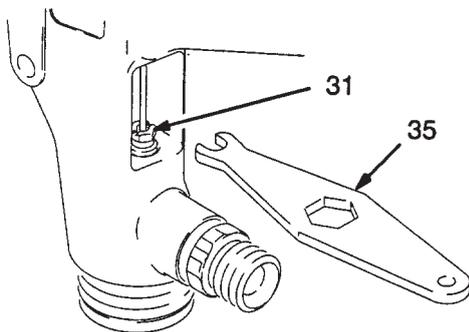

Fig. 11
- Pistolen und Aktivator-Abzugshebel (3 und 48) einbauen. Schrauben (5) mit 2.8 bis 4.0 Nm anziehen.
- Pistole abziehen, um die Bewegung der Materialnadel (21) zu überprüfen. Falls nach dem Loslassen des Abzugshebels (3) die Materialnadel nur sehr langsam oder gar nicht zurückgeht, die Packungsmutter-Einstellschraube (31) mit dem Pistolenschlüssel (35) solange lockern, bis sich die Nadel frei zurückbewegt. Siehe Abb. 11. Entsprechend mit der Aktivatornadel (49) verfahren.